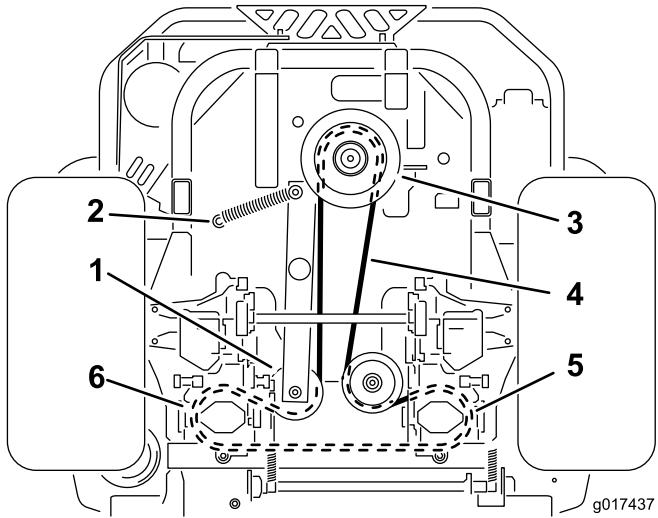

図 59
4. 機体をもち上げて、ジャッキスタンドで支える (図 59)。
6. ポストからアイド拉斯プリングを外す (図 59)。